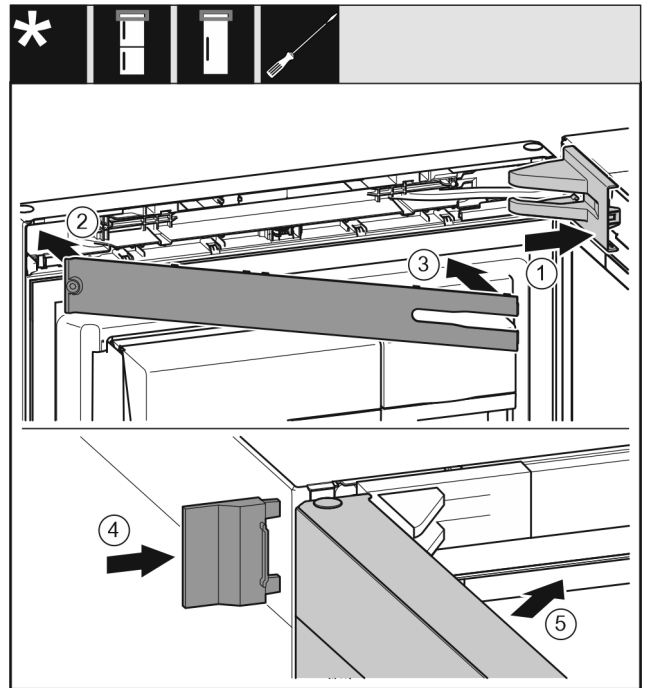

Fig. 46
- ▶ Lagerbockabdeckung Fig. 46 (1) aufsetzen und einrasten, ggf. vorsichtig auseinanderdrücken.
- ▶ Blende Fig. 46 (2) aufsetzen.
- ▶ Blende Fig. 46 (3) einschwenken und einrasten.
- ▶ Äußere Abdeckung Fig. 46 (4) aufschieben.
- ▶ Obere Tür Fig. 46 (5) schließen.